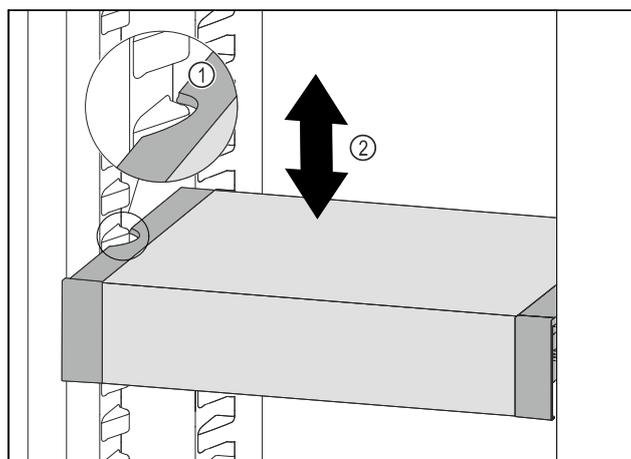

Fig. 56
- ▶ Tirare VarioSafe in avanti fino a quando le cavità laterali di VarioSafe non si trovano al livello della nervatura del contenitore nel vano frigorifero. Fig. 56 (1)
- Spostare VarioSafe verso l'alto o verso il basso nel vano frigorifero fino a raggiungere l'altezza desiderata. Fig. 56 (2)